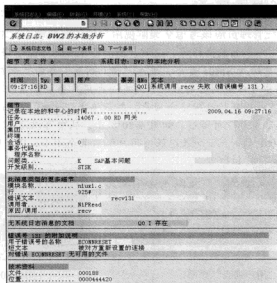

图 4-76 读取日志细节信息及技术文档
STEP 3 读取日志文件后,可以看到屏幕的最上方列表中显示的当前日志清单,选择其中要查看的某日志,然后单击“”按钮,即可查看该日志的细节,如图 4-76 所示。在此界面,可以看到日志的相关消息文档,以及日志时间及细节信息。如果一个屏幕显示不完,可以单击“ 下一个条目”按钮继续查看。